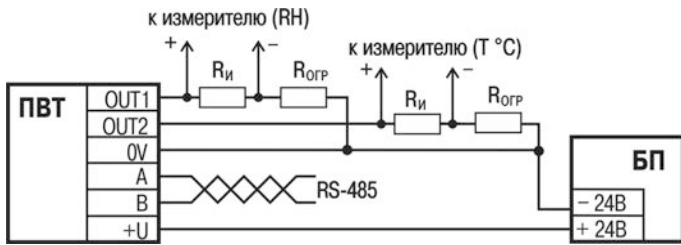

Рисунок 5.2 – Схема электрических соединений прибора
- выполнить подключение внешних связей многожильным кабелем диаметром не более 5 мм согласно схеме электрических соединений (см. рисунок 5.2), предварительно проделав отверстие в силиконовой вставке на боковой грани корпуса;